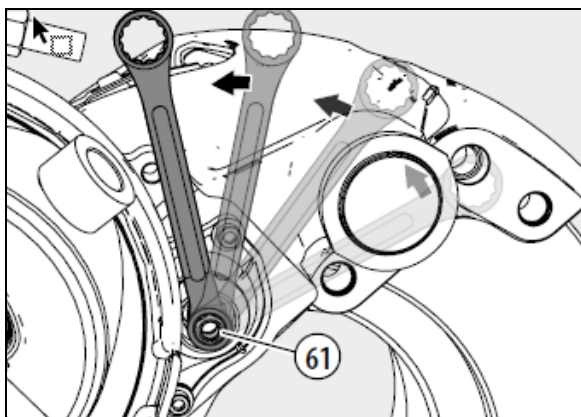

FIGURE 35: TOURNER L'ADAPTATEUR DE 3 CLICS DANS LE SENS ANTIHORAIRE
14. Tourner la vis de réglage avec l'adaptateur (61) de **3 clics** dans le sens antihoraire (pour augmenter le jeu) (voir Figure 35).